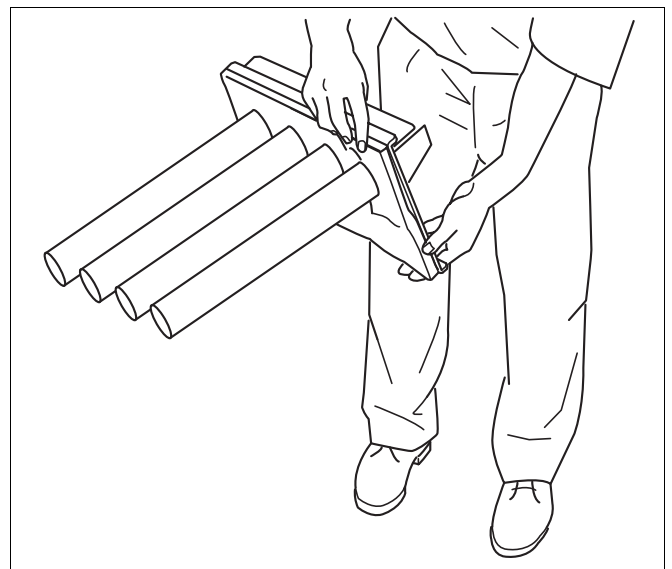

Abb. 44 Brenner schwenken
- Restwasser durch Schwenken des Brenners entfernen (Abb. 44).